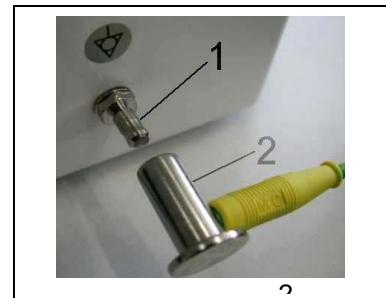

Fig. 11
- Raccordez la broche de liaison équipotentielle de Ø 6 mm (1) au circuit électrique conformément à la méthode définie dans les règles électrotechniques en vigueur. La prise de liaison équipotentielle (2) est un accessoire et n'est pas fournie dans l'emballage de base. (Fig. 11)